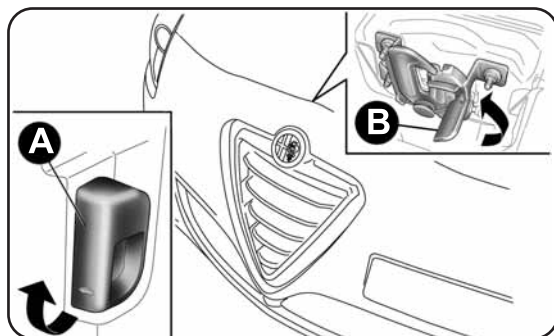

fig. 77
- tirer le levier A-fig. 77 dans le sens indiqué par la flèche ;